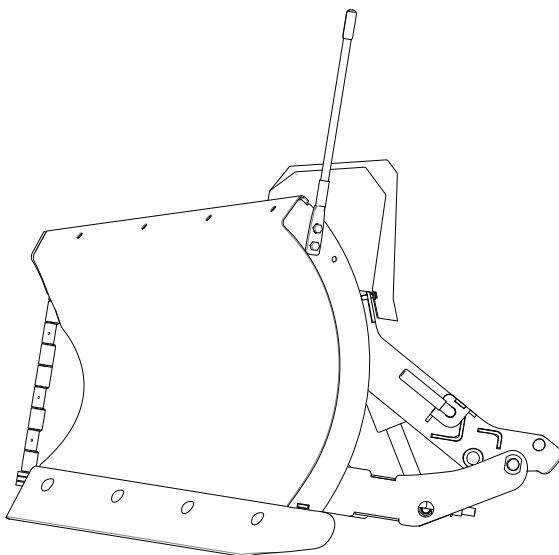
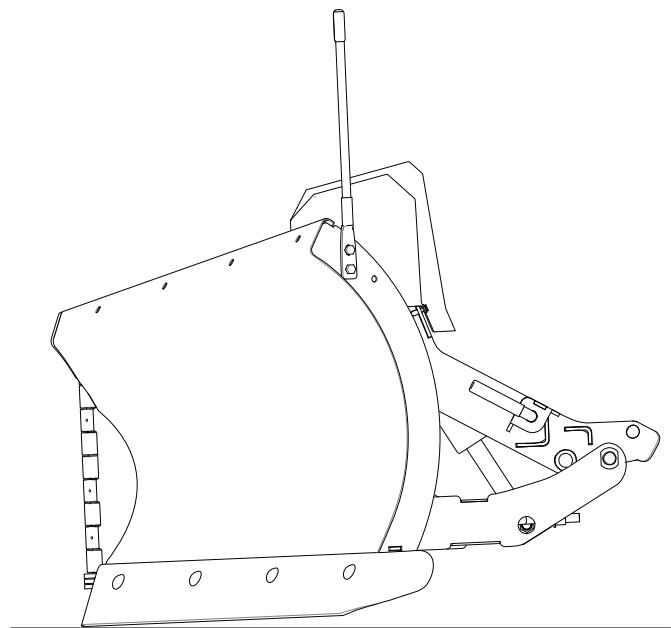

Bild 19
Bild 20
5. Unterlegscheiben zur Einstellung des Schneeschildes hinzufügen oder entfernen; siehe Bild 19 und Bild 20.